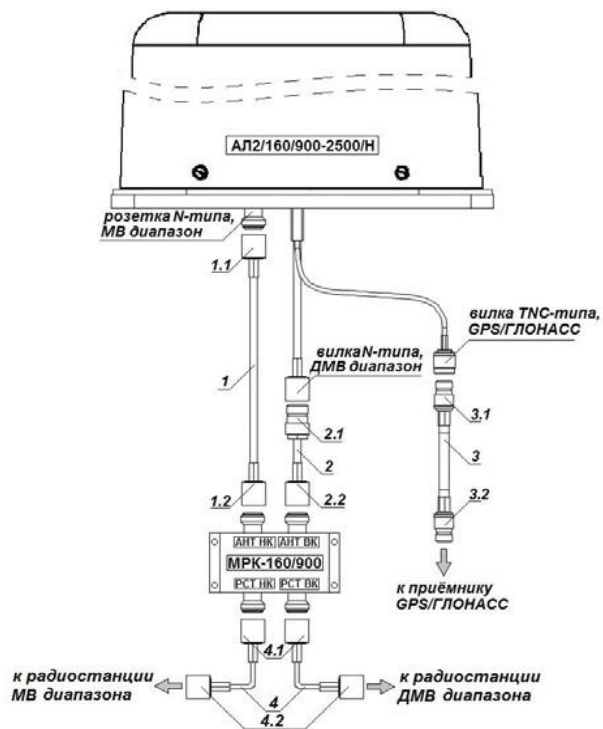

Рисунок 1
Антенна АЛ2/160/900-2500/Н (Рисунок 1) является низкопрофильной и конструктивно состоит из двух четвертьволновых вибраторов и навигационного модуля, помещенных в защитный стеклопластиковый радиопрозрачный кожух, а также модуля развязки каналов (далее МРК-160/900), подключаемого к фидерам антенн МВ и ДМВ диапазонов. МРК-160/900 оснащен приборными розетками N-типа для присоединения к антенне и радиостанции. К разъему нижнего канала «АНТ НК» модуля через фланцевый разъем розетку N-типа подключается
7.2.6 Соединительный кабель (рисунок 1, п.3) между оборудованием определения местоположения и антенной АЛ2/160/900-2500/Н подбирается из расчета допустимых потерь не более 12 дБ на необходимую длину кабеля на частоте 1,5 ГГц.